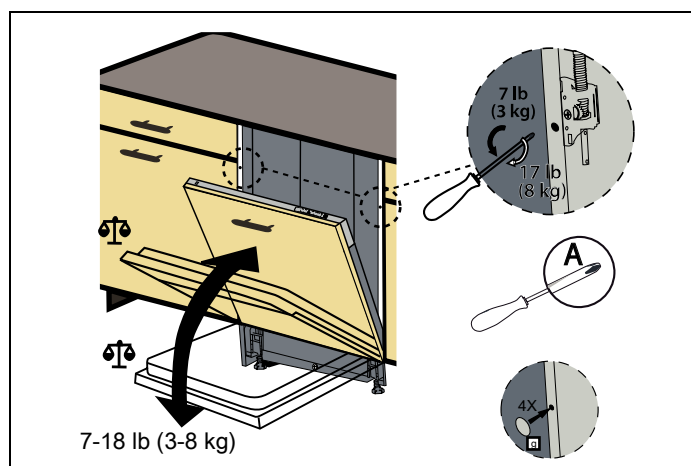

Fig. 23
- 8) In base al peso dell'anta in legno assemblata, il bilanciamento deve essere garantito dal meccanismo illustrato nella Fig. 23 .